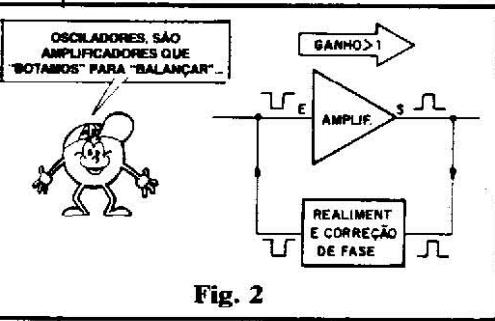

Fig. 2
- FIG. 2 - Um OSCILADOR nada mais é do que um AMPLIFICADOR ao qual acrescentamos um “caminho” entre sua Saída e sua própria Entrada, de modo que o dito bloco circuital se REALIMENTE, ou seja: “pegamos” parte do sinal já amplificado, presente na Saída e o reaplicamos à Entrada do sistema! Se, ao mesmo tempo, promovermos uma CORREÇÃO na fase (lembrem-se de